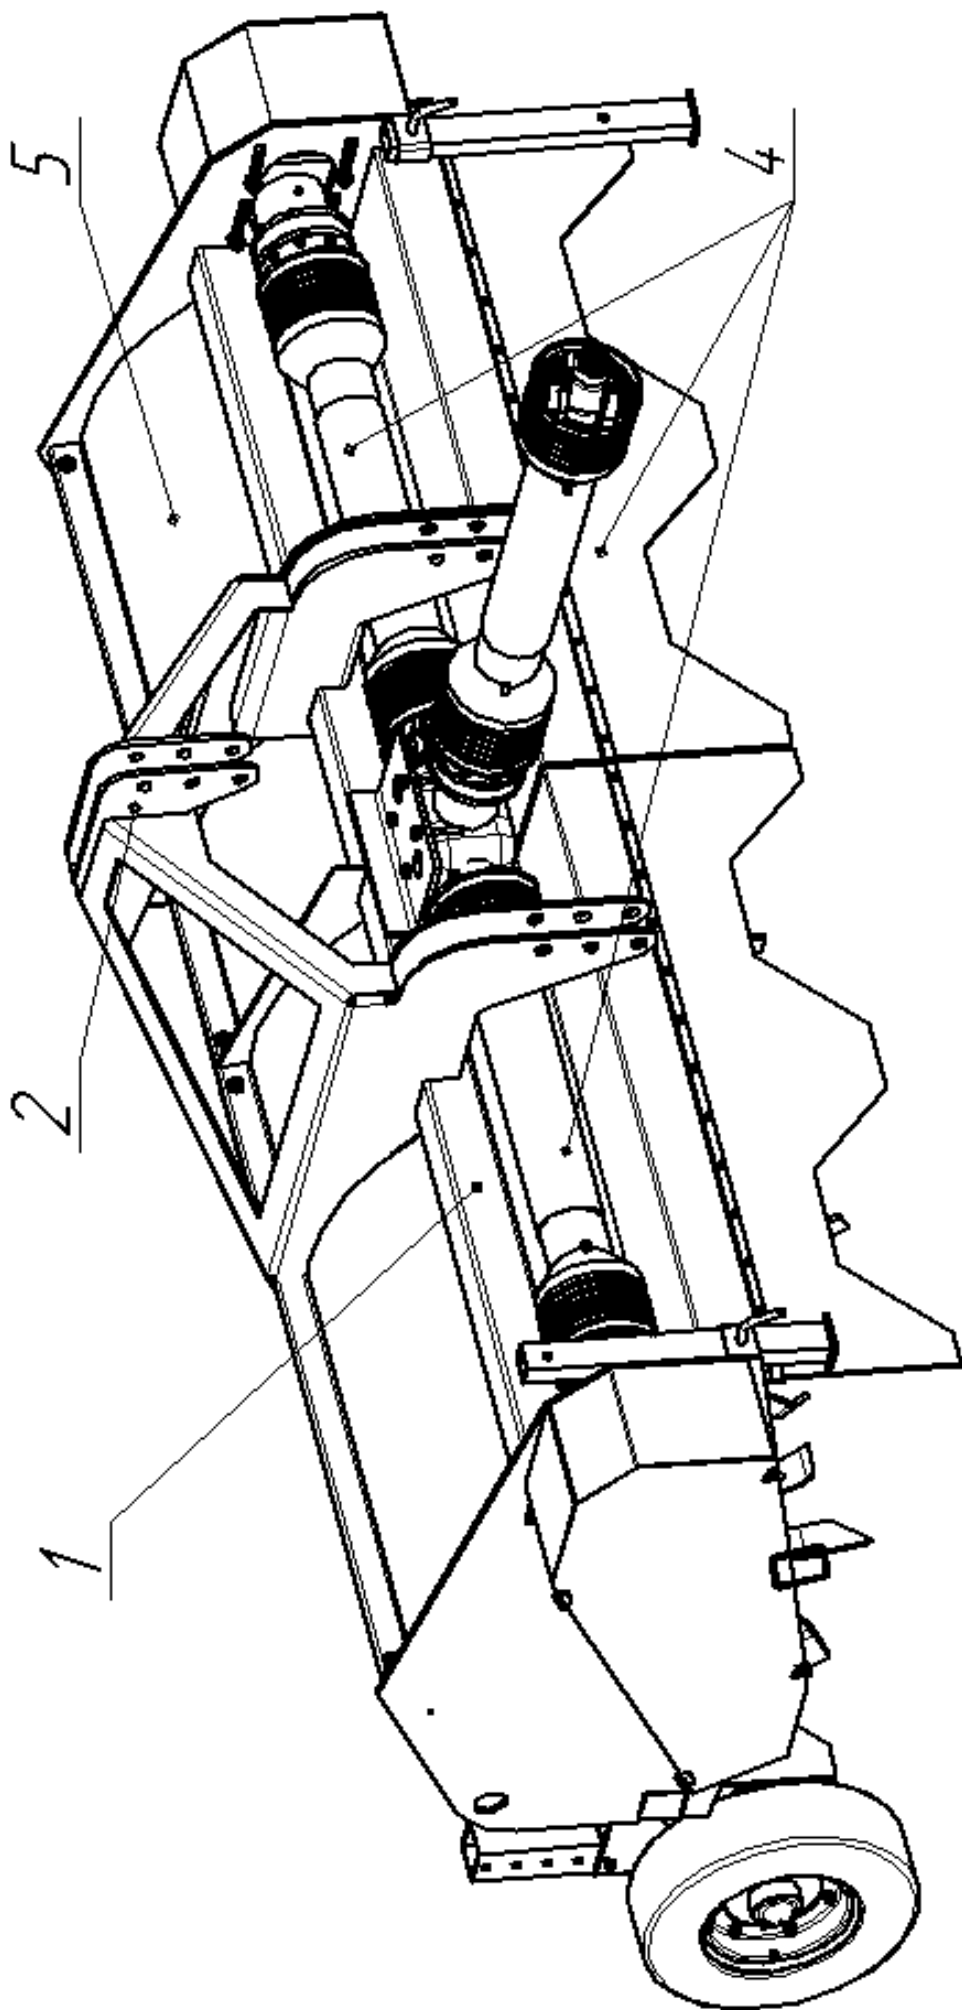

Рисунок 2 – Общій вид
2.3 Навесное устройство 2 имеет 3 верхних отверстия для крепления центральной тяги навесной системы трактора, и по три отверстия для крепления нижних тяг навесной системы трактора (см. рис.2).